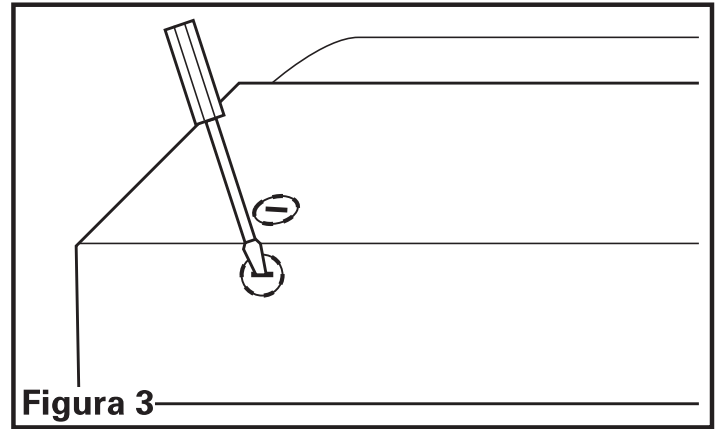

Figura 3
1. Determine por donde ingresará el suministro eléctrico en la campana y retire la placa desmontable eléctrica apropiada insertando un destornillador dentro de la ranura y moviéndolo hacia delante y hacia atrás hasta que la placa desmontable quede suelta (**Figura 3**).